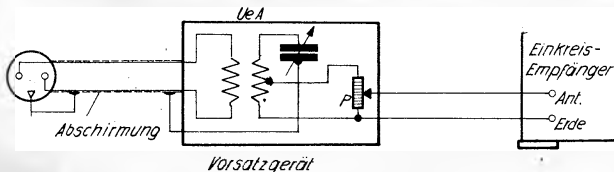

Abb. 9. Der Anschluß eines gewöhnlichen Einkreis-Empfängers kann über ein die Trennschärfe erhöhendes Vorsatzgerät erfolgen.
Der Anschluß eines Einkreifers (Bild 9), z. B. des „VE“, kann über ein die Trennschärfe erhöhendes Vorsatzgerät erfolgen, bestehend aus einem sekundärseitig abstimmbaren Übertrager (UeA) und einem Potentiometer (P) zur Regelung der Eingangsspannung. Wollen mehrere Teilnehmer Drahtfunk hören, steht aber nur ein Fernsprechanfluß zur Verfügung, wird ein Sammelanfluß eingerichtet. Die verschiedenen Drahtfunk-Abzweigleitungen, die